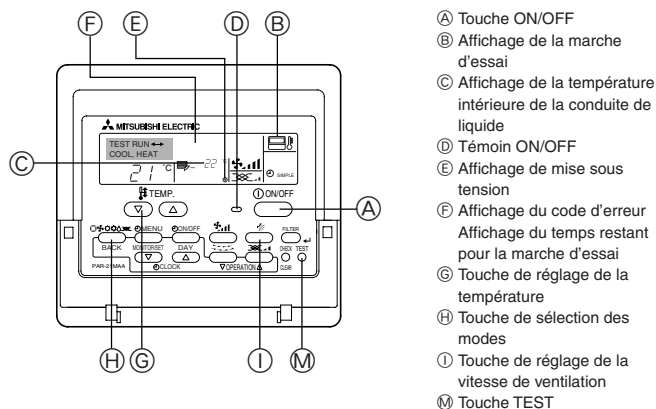

Fig. 7-1
7.2.1. Utilisation de la télécommande filaire (Fig. 7-1)
- ① Mettre l'appareil sous tension au moins douze heures avant l'essai de fonctionnement.
- ② Appuyer deux fois sur la touche [TEST] (ESSAI). ➔ Affichage à cristaux liquides "TEST RUN" (ESSAI DE FONCTIONNEMENT)
- ③ Appuyer sur la touche [Mode selection] (Sélection Mode). ➔ Vérifier si la soufflerie fonctionne.
- ④ Appuyer sur la touche [Mode selection] (Sélection Mode) et passer en mode refroidissement (ou chauffage). ➔ Vérifier si la soufflerie souffle de l'air froid (ou chaud).
- ⑤ Appuyer sur la touche [Fan speed] (Vitesse soufflerie). ➔ Vérifier si la vitesse de la soufflerie change.
- ⑥ Vérifier le bon fonctionnement du ventilateur de l'appareil extérieur.
- ⑦ Arrêter l'essai de fonctionnement en appuyant sur la touche [ON/OFF]. ➔ Arrêt
- ⑧ Enregistrez un numéro de téléphone.